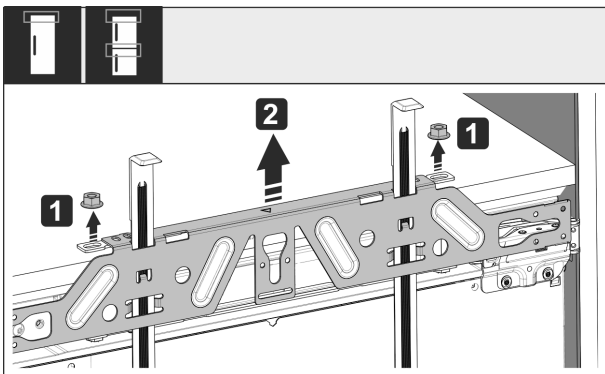

Fig. 54
- ▶ Разхлабете контрагайките Fig. 54 (1).
- ▶ Свалете гредата за закрепване Fig. 54 (2).